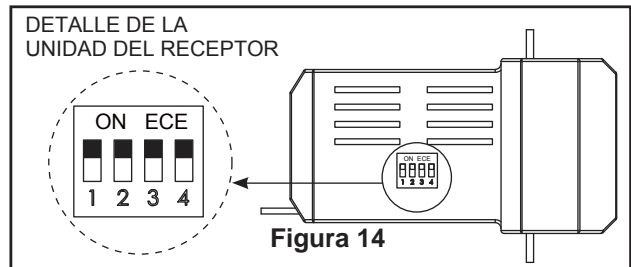

Figura 14
2. Para configurar el código de unidad del receptor. Deslice los interruptores de código a las mismas posiciones que en el transmisor (Figura 14).